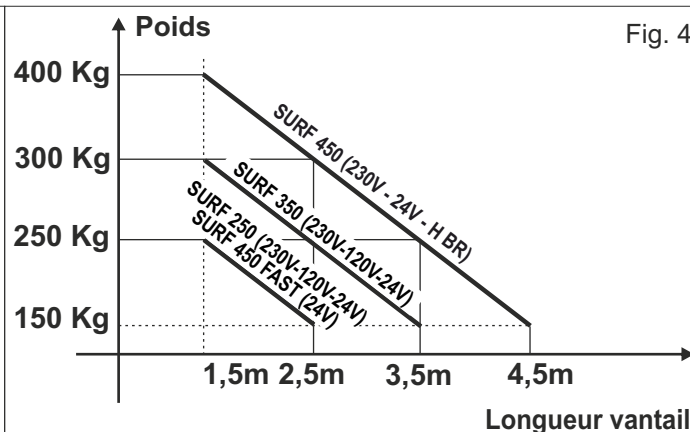

Fig. 4
- B.** la longueur de chaque vantail ne dépasse pas les mesures soutenues par le type d'opérateur (voir Fig. 4)
- C.** le poids du vantail ne dépasse pas le poids soutenu par le type d'opérateur (voir Fig. 4)